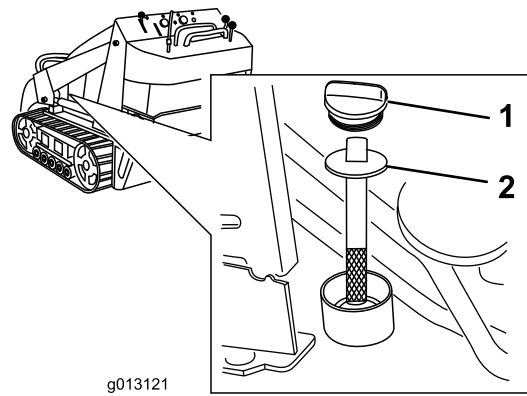

Bild 17
- Reinigen Sie den Bereich um den Einfüllstutzen des Hydraulikölbehälters (Bild 17).
- Entfernen Sie den Deckel vom Einfüllstutzen und überprüfen Sie den Ölstand auf dem Peilstab (Bild 17).